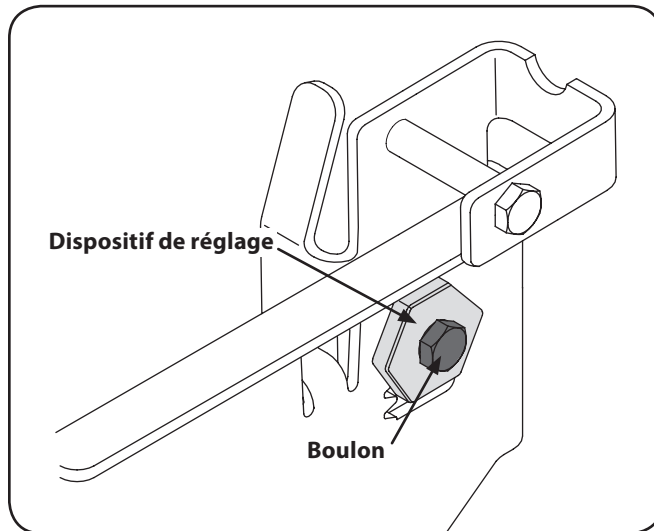

Figure 6-4
3. Desserrez le boulon fixé au support arrière gauche du plateau de coupe. Ne retirez pas le boulon. Voir Figure 6-4.
4. À l'aide d'une clé, tournez le dispositif de réglage pour relever ou abaisser le côté gauche du plateau de coupe. Voir Figure 6-4.